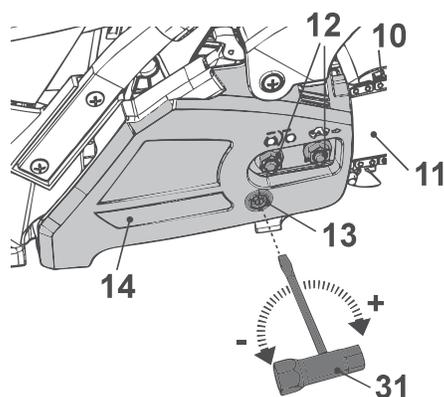

Fig. 8
**NOTA:** a tensão da corrente não pode ser ajustada com as porcas de retenção (12) apertadas; devem ser desapertadas primeiro.
1. Levante a ponta da guia (11) e mantenha-a no mesmo ponto enquanto ajusta a tensão.
2. Rode o parafuso tensor (13) para a direita até que os “elos” da corrente entrem em contacto com a extremidade inferior da guia (11) (Fig. 8, 9).